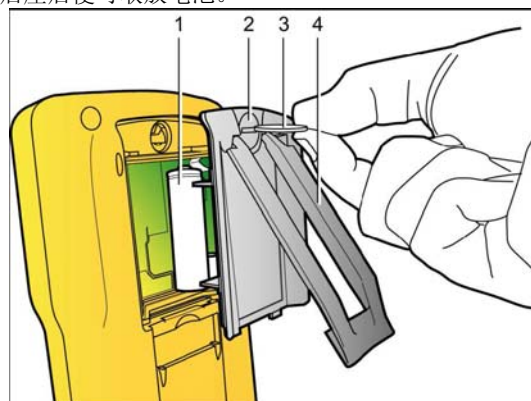

图 4：取放电池
收纳式支架（图 4 中 4 所示）位于 C.A 8220 后部，可使 C.A 8220 主机以 30° 放置。
C.A 8220 由 6 节电池（标准或可充电式）供电（图 4 中 1 所示）。用硬币（3）插入卡槽（2），旋转 45 度后取下后座后便可取放电池。